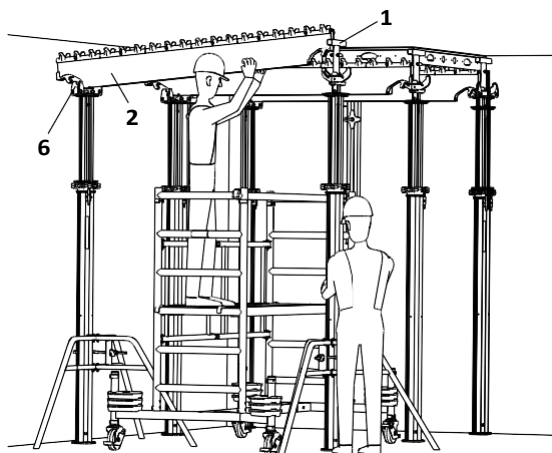

Fig. A4.09
1. Поставете подпора с опорна глава SSK (6). Разстояние 1.50 m.
3. Поставете подпора с падаща глава SFK (1). Разстояние 2.275 m.
4. Поставете трегера SLT 225 (2) в свързката на опорната и падащата глави. (Fig. A4.09)